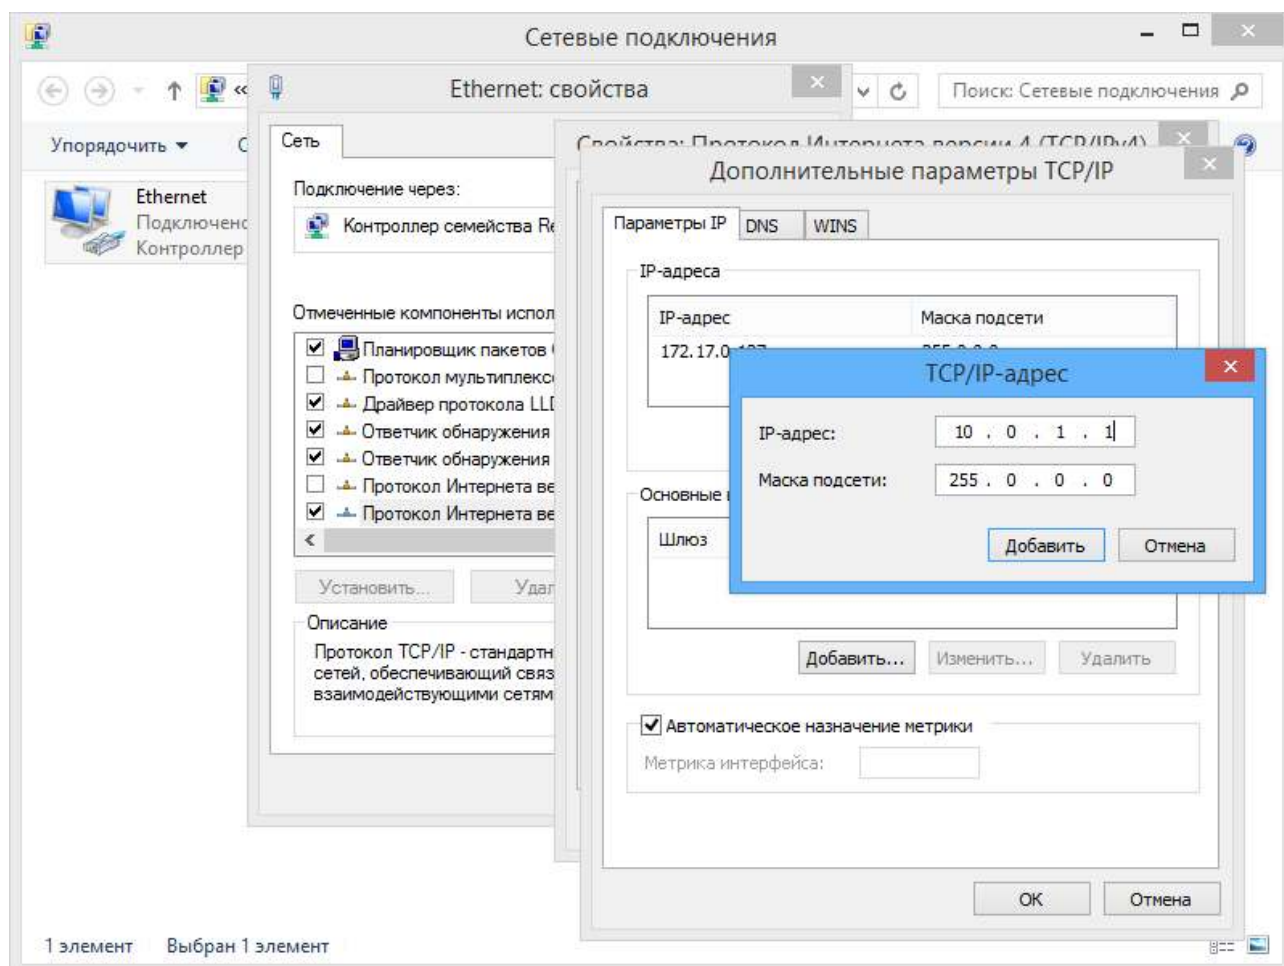

Рисунок 15. Добавление IP-адреса ПК
1. **Отсутствуют сетевые настройки в компьютере** – установите IP-адрес и маску подсети компьютера. Контроллер при этом должен быть подключен либо непосредственно к сетевому разъему сетевой карты компьютера, либо к тому же Hub/Switch, в который включен компьютер (см. рис. 15).